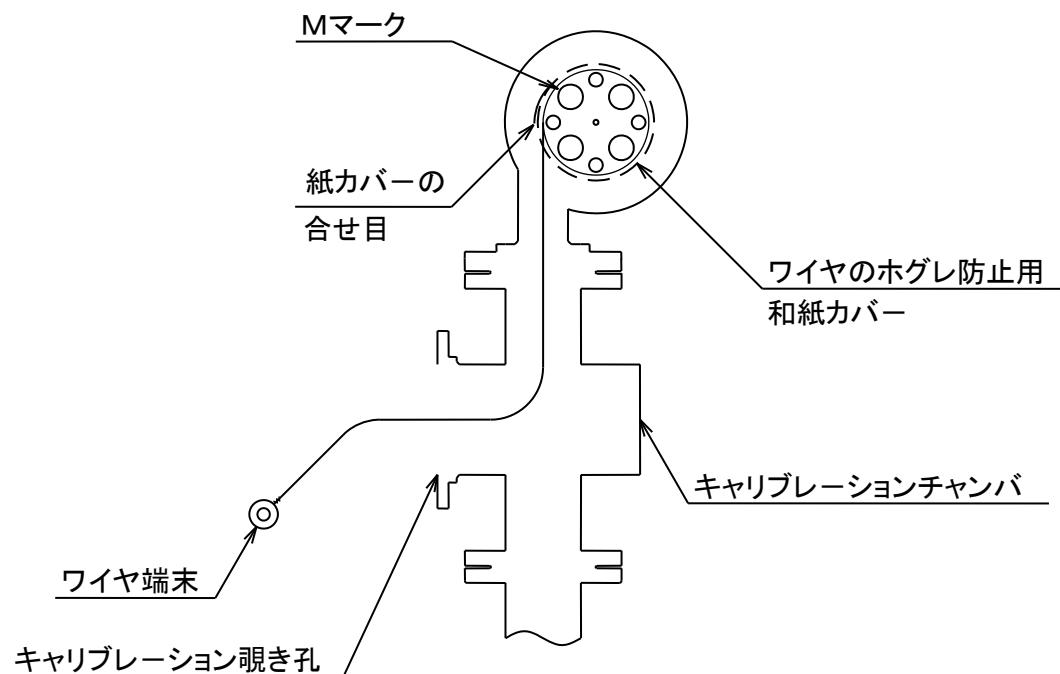

図 4-14
4) ワイヤドラムの外輪 マグネット側回転軸のベアリングを本体部遮蔽金具(内輪マグネットのキヤップ部)のベアリング支持孔に挿入し、ワイヤドラムを挿入して下さい。この時、原点位置の状態で(→P.33)ワイヤドラム側面のMマークが、10時30分方向となる様に、又ワイヤドラムに巻付けてあるワイヤのリング付端末部を 図 4-14 に示すようにキャリブレーションチャンバに向かって垂らし、チャンバの蓋を開けて調整覗き孔から外に引出しておいて下さい。